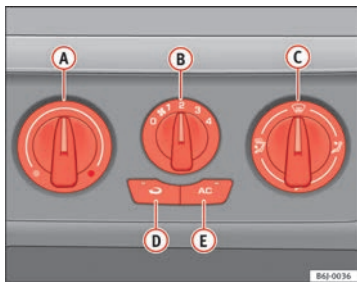

Abb. 95 In der Instrumententafel: Bedienelemente Klimaanlage
- Schalten Sie die Klimaanlage mit der Taste ⇒ Abb. 95 **AC** aus (die Kontrollleuchte in der Taste erlischt).
Im Umluftbetrieb ⇒ Abb. 95  (in der Taste leuchtet eine Kontrollleuchte auf) wird verhindert, dass starke Umweltgerüche in das Fahrzeuginnere gelangen können, die beispielsweise beim Durchfahren eines Tunnels oder in einem Stau auftreten können.